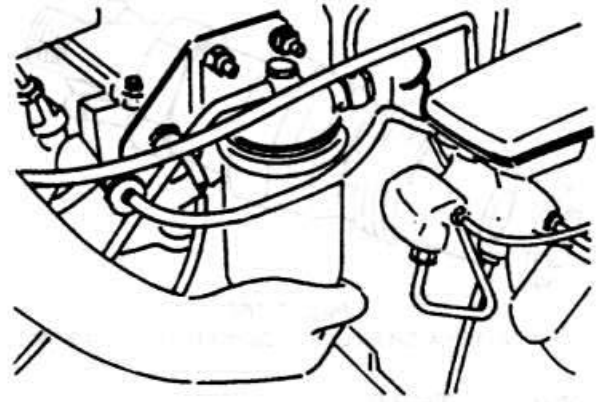

Рис. 2.164
- ♦ Отвинтите корпус фильтра от кронштейна и выньте (рис. 2.164).